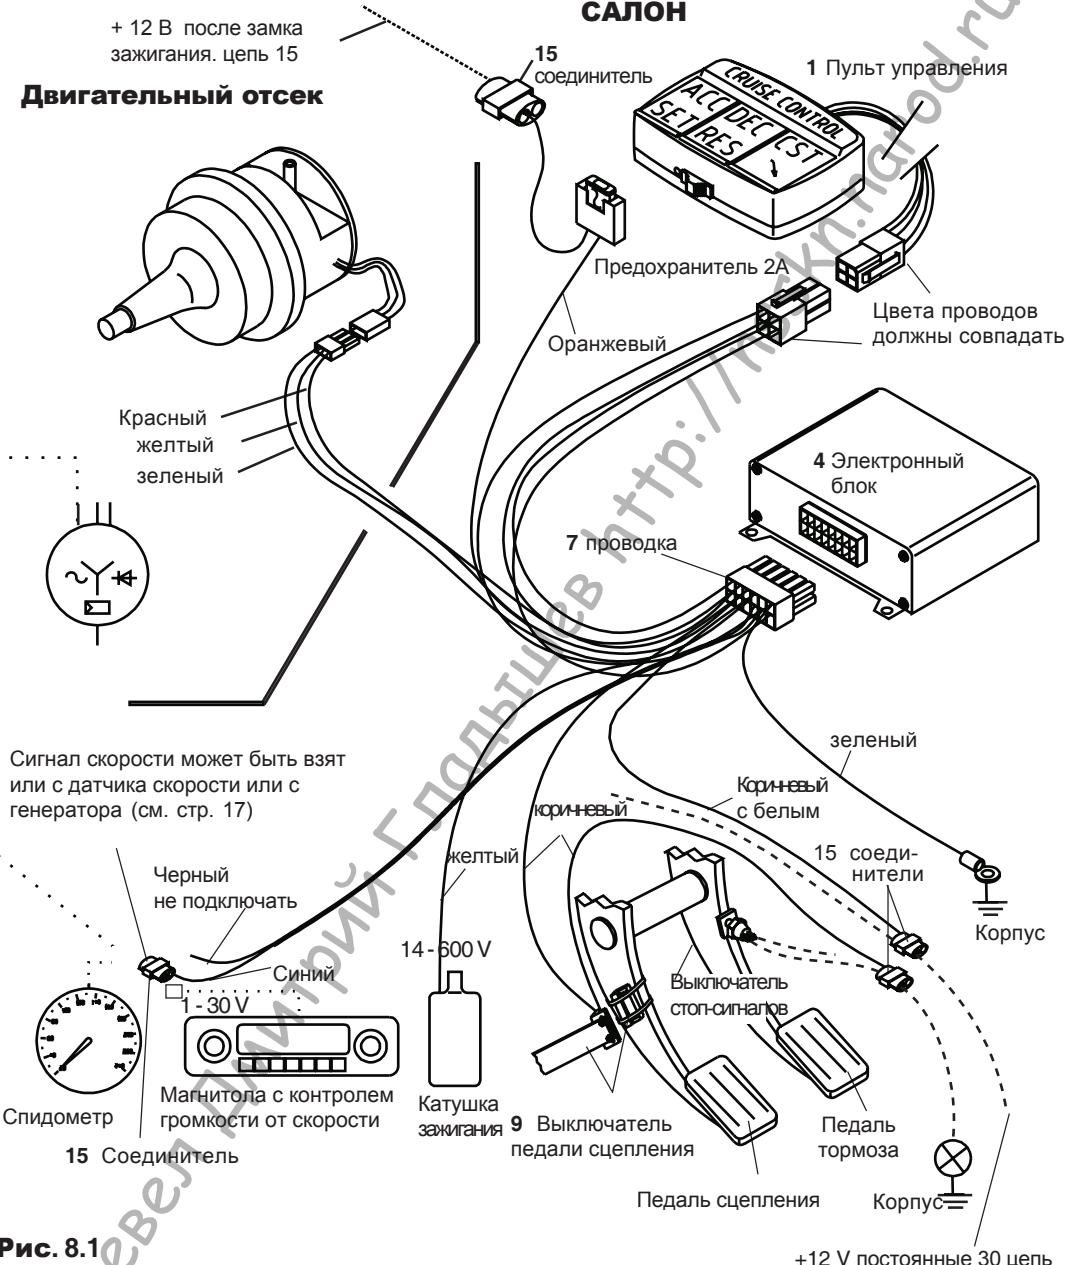

Рис. 8.1
12. Подключите оранжевый провод с предохранителем к цепи 15 (+12В после замка зажигания), используя соединитель (15).
13. Подключите двухпроводный кабель (коричневый и коричневый с белым провода) с помощью соединителей к выключателю стоп-сигналов (см. Рис. 8.1). Для машин с ручной коробкой передач установите датчик на педаль сцепления (см. Главу 9).
14. Используя четырех контактный соединитель (3), подключите пульт управления к блоку управления, при подключении соблюдайте цвета проводов. (см. Главу 10).